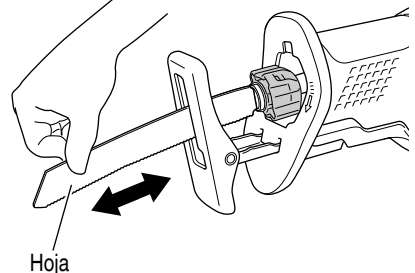

Fig. 11
- (3) Cuando suelte la palanca, la fuerza del resorte hará que la palanca vuelva automáticamente a la posición correcta.
- (4) Con la mano, tire de la hoja de sierra hacia atrás dos o tres veces y verifique que la hoja esté firmemente instalada. (Fig. 11)